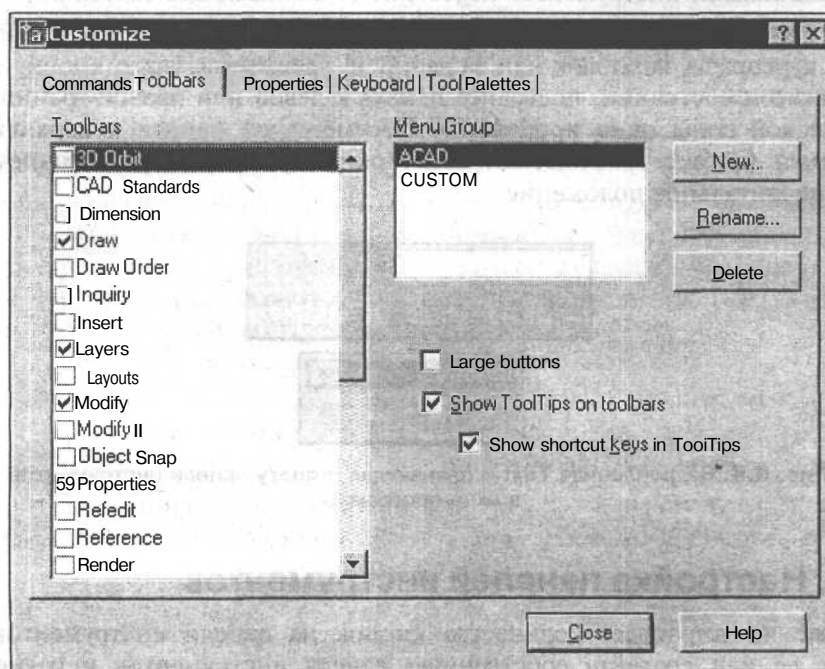

Рис. 4.3. Диалоговое окно **Customize** на вкладке **Toolbars**
1. Откройте меню **View** (Вид) и выберите **Toolbars** (Панели). Появится диалоговое окно **Customize** (Адаптация) на вкладке **Toolbars** (Панели) (рис. 4.3).